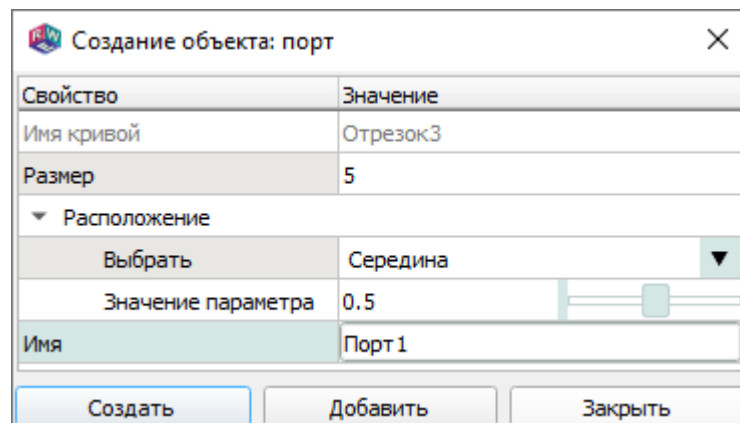
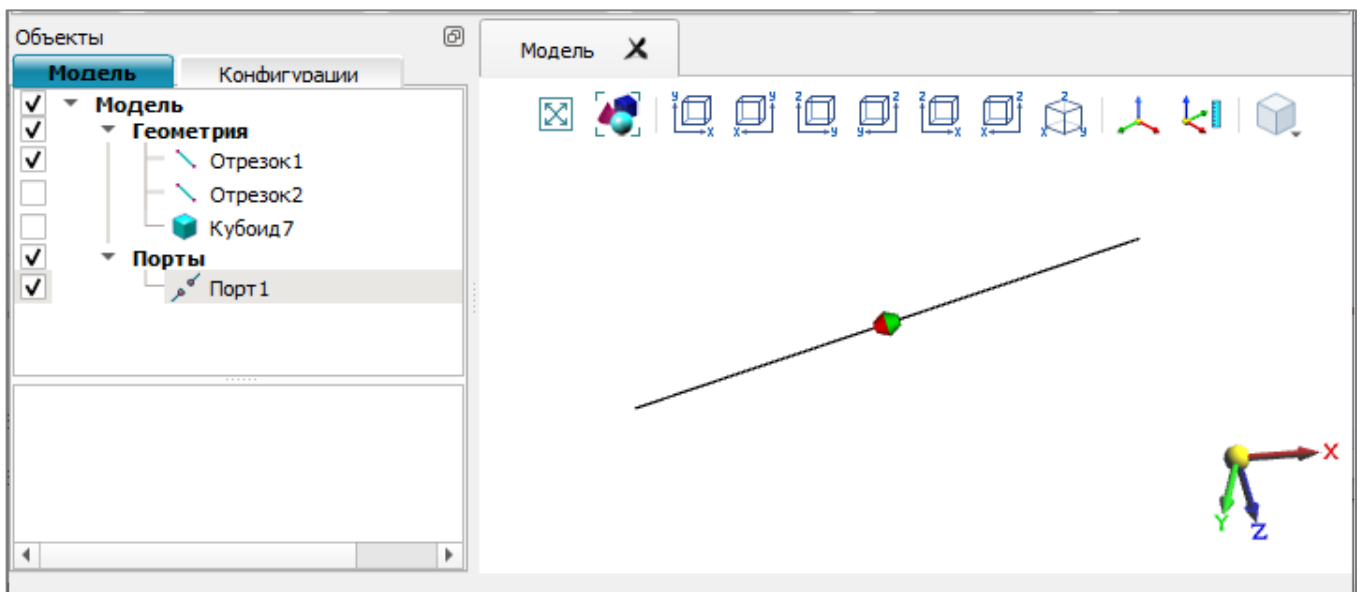

Рис. 57
Рис. 58
Появится диалог «Создание объекта: порт» (рис. 57).
10.4. Нажать кнопку «Создать» (см. рис. 57). В результате в дерево «Модель» в раздел «Порты» будет добавлен объект *Порт*, в окне визуализации появится его обозначение в виде значка (рис. 58).